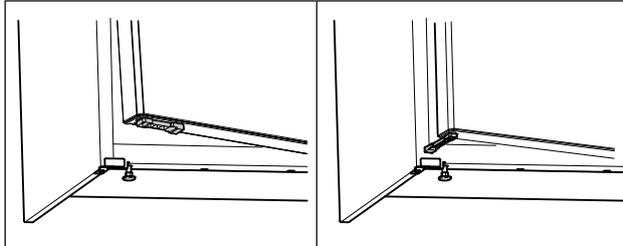

Fig. 69 *
- ▶ Türöffnungsbegrenzer um 90° drehen. (siehe Fig. 69) *